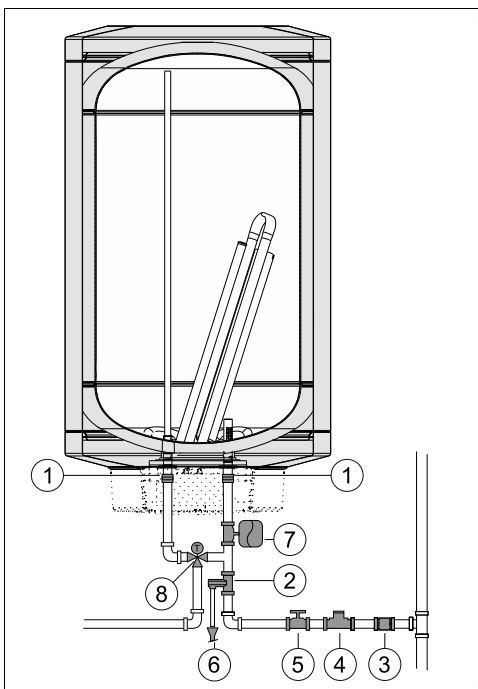

Fig. 11 Ligação de água
- ▶ instalar uma válvula redutora (Fig. 11, [4]). A válvula de descarga vai atuar sempre que a pressão da água no aparelho for superior a 8 bar ($\pm 0,5$ bar), pelo que é necessário prever uma forma de canalizar o escoamento dessa água.
- ▶ instalar um vaso de expansão (Fig. 11, [7]) para evitar que a abertura da válvula de descarga seja tão frequente. O volume do vaso de expansão deve ser o equivalente a 5% do volume do aparelho.